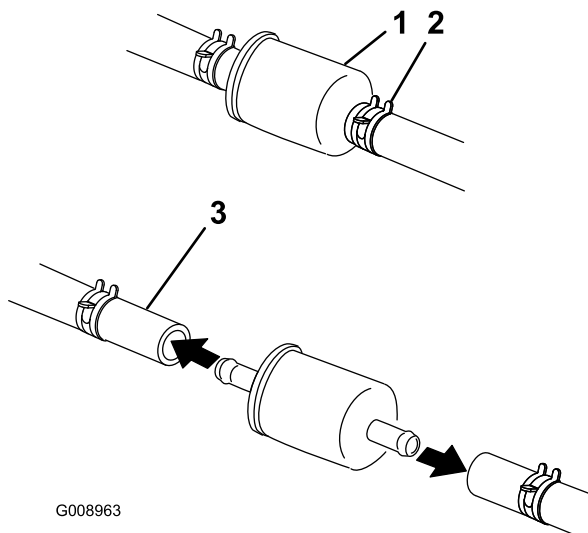

Figure 45
5. Fermez le robinet d'arrivée de carburant derrière le siège (Figure 45).
6. Pincez les extrémités des colliers et faites glisser ceux-ci pour les éloigner du filtre (Figure 45).
8. Posez un filtre neuf et rapprochez les colliers de fixation du filtre (Figure 45).